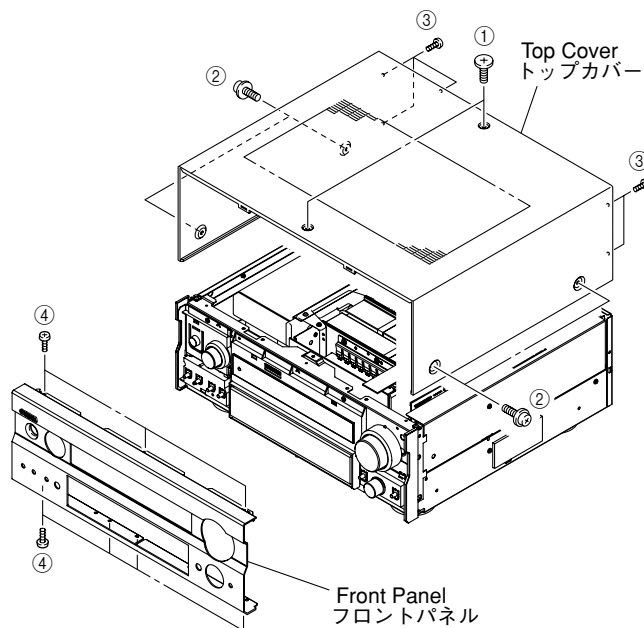

Fig. 1
- Remove 2 screws (①), 4 screws (②) and 5 screws (③). (Fig. 1)
- Slide the Top Cover rearward to remove it. (Fig. 1)
- ①のネジ2本、②のネジ4本、③のネジ5本を外します。(Fig. 1)
- トップカバーを後方へスライドさせ、取り外します。(Fig. 1)
Remove 7 screws (④) and then remove the Front Panel forward. (Fig. 1)
④のネジ7本を外し、フロントパネルを前方に外します。(Fig. 1)